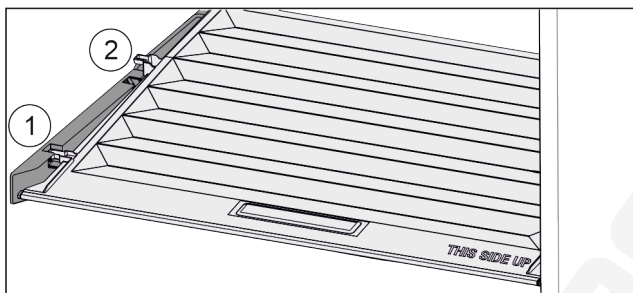

Fig. 40
- ▶ Húzza előre Fig. 40 (1) a fedelet a tartóelemek nyílásáig.
- ▶ Emelje meg hátul alulról, és felfelé vegye ki Fig. 40 (2).